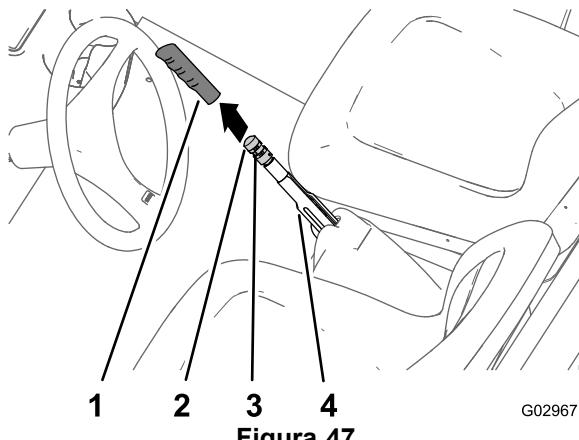

Figura 47
1. Retire la empuñadura de la palanca del freno de estacionamiento (Figura 47).
2. Afloje el tornillo de fijación que sujeta el pomo de ajuste del freno a la palanca del freno de estacionamiento (Figura 47).
3. Gire el pomo de ajuste del freno hasta que se requiera una fuerza de 133–156 N·m en la palanca del freno para poner el freno (Figura 47).
- Apriete el tornillo de fijación e instale la empuñadura (Figura 47).
- Retire la empuñadura del freno de estacionamiento (Figura 47).
- Afloje el tornillo de fijación (Figura 47) que sujetá el pomo de ajuste del freno a la palanca del freno de estacionamiento, quite el freno de estacionamiento y afloje el pomo de ajuste del freno.
- Gire el pomo de ajuste del freno (Figura 47) hasta que se requiera una fuerza de 133–156 N·m para poner el freno.
C. Gire el pomo de ajuste del freno (Figura 47) hasta que se requiera una fuerza de 133–156 N·m para poner el freno.
C. Gire el pomo de ajuste del freno (Figura 47) hasta que se requiera una fuerza de 133 a 156 N·m para poner el freno.
• Apriete el tornillo de fijación e instale la empuñadura (Figura 47).